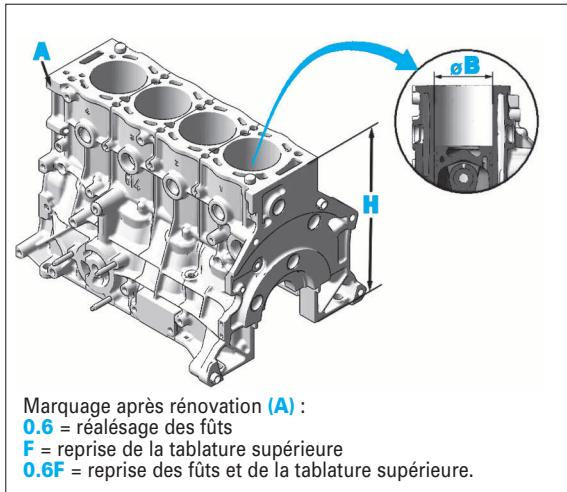

FIG. 7
Hauteur nominale (H) (Fig.7) : $303 \pm 0,05$ mm.